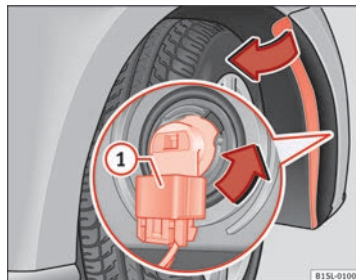

Fig. 147 Substituição das lâmpadas dos faróis.
5. Desbloquear o conector ⇒ Fig. 147 ① e retirá-lo.
6. Rode o porta-lâmpadas ⇒ Fig. 147 na direcção da seta, **no sentido contrário dos ponteiros do relógio** até ao limite e retire-o juntamente com a lâmpada deslocando-o para trás.
9. Ligue o conector ⇒ Fig. 147 ① no porta-lâmpadas. O conector deve encaixar de forma audível.